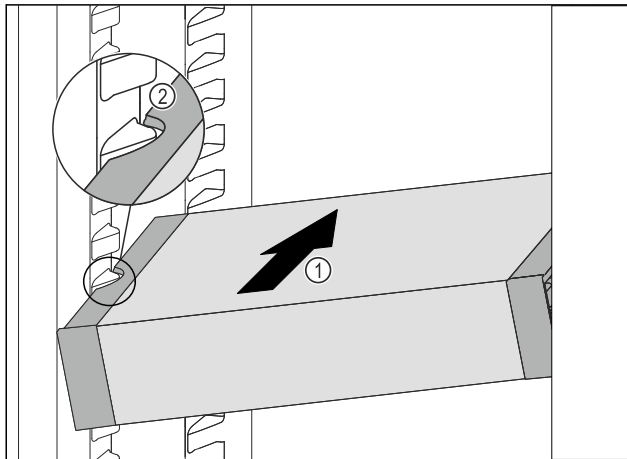

Fig. 83
- VarioSafe schräg in das Kühlteil einschieben Fig. 83 (1), bis sich die seitlichen Aussparungen Fig. 83 (2) des VarioSafes auf Höhe der Behälterrippe im Kühlteil befinden.